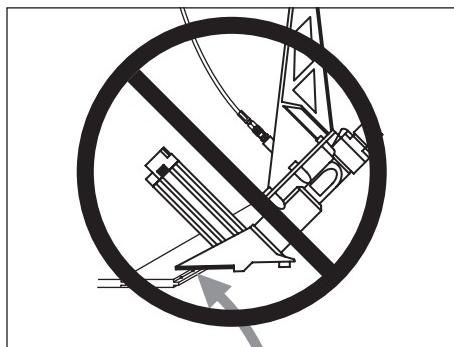

Figura 4
*No clave un clavo encima de otro. El clavo podría saltar y causar heridas graves. Ver Figura 4.*